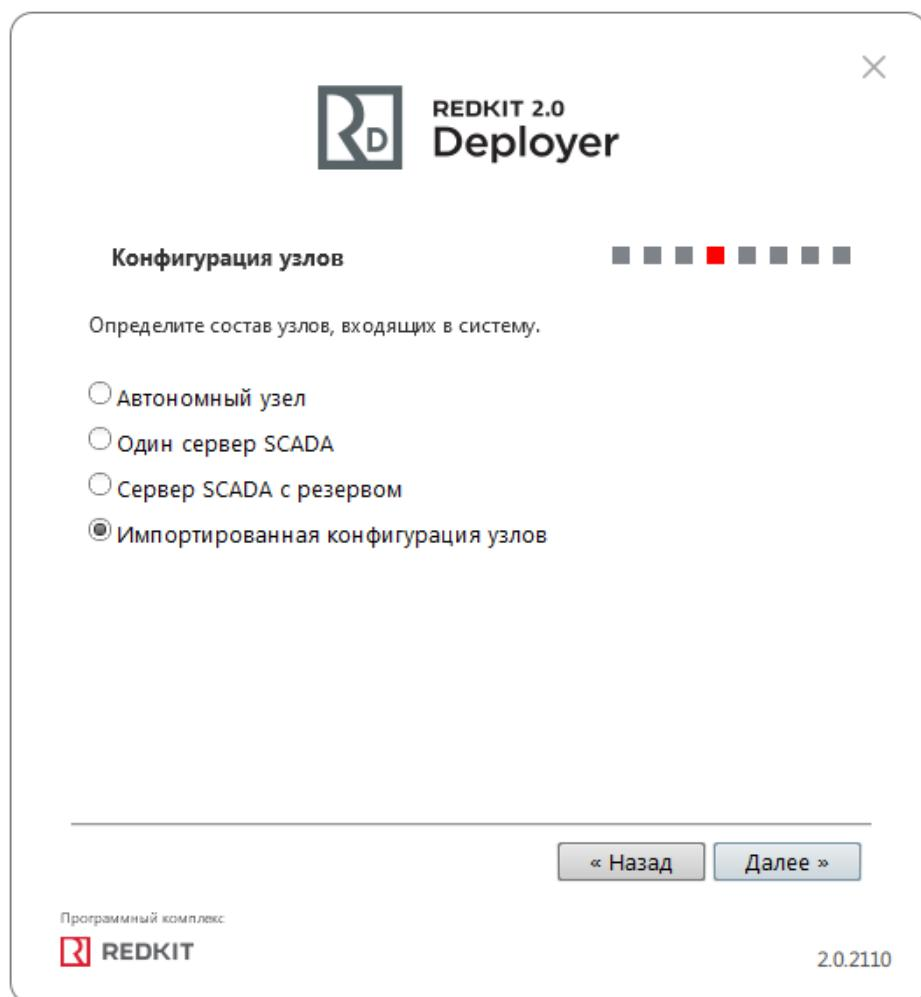

Рисунок 204 - Импортированная конфигурация
3. Выберите конфигурацию узлов **Импортированная конфигурация узлов** (Рисунок 204).